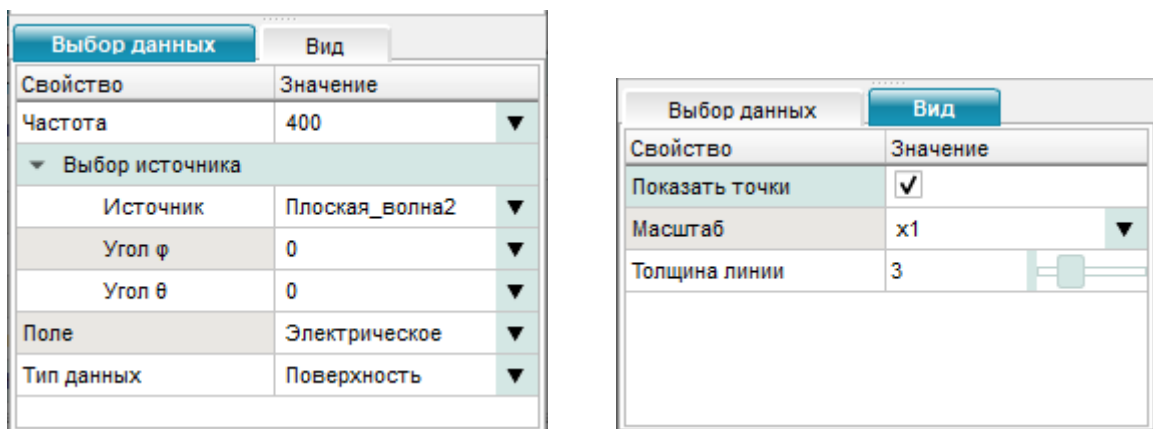

Рис. 225
18.10.3.4. Вкладки «Выбор данных» и «Вид» для изображения поля дальней зоны в виде поверхности показаны на рис. 225.